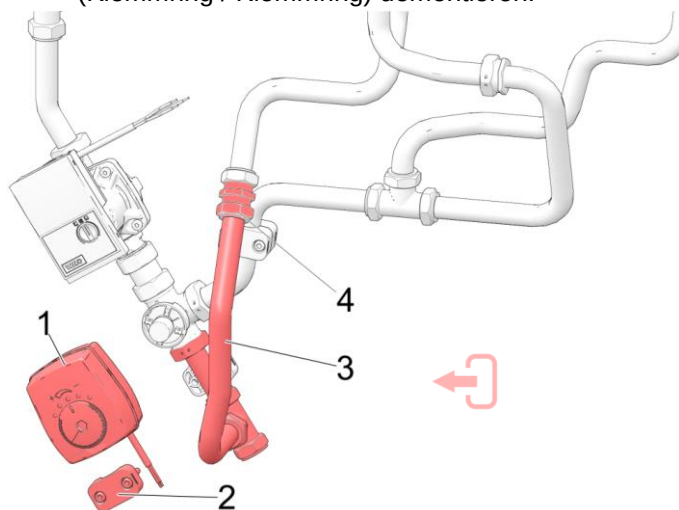

Abb. 4-2
- Rücklaufmischer und Rohrschelle → Abb. 4-2 wieder montieren.